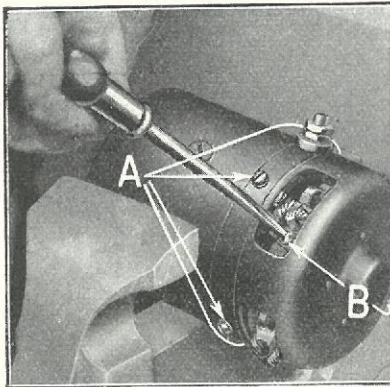

Fig. 489
- 958** Skru de fire Skruer »A« (Fig. 489) i Børsteholderhuset ud sammen med de to Kabelskruer »B«.
- 971** Paasæt Børsteholderhuset paa Enden af Magnetstellet ved at skru de fire Skrueer i, der holder det paa Plads, samt de to Skrueer, som holder Kabelskoene til Børsteholderne (Fig. 489). (Ledningerne med Kabelskoene krydses ikke ved Paasætningen